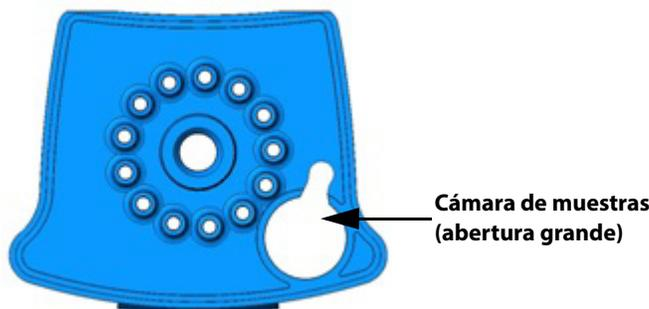

Figura 1. Cartucho del Xpert MRSA (vista superior).
7. Abra la tapa del cartucho. Con una pipeta de transferencia estéril, transfiera todo el contenido del frasco de reactivo de elución a la cámara de muestras (Figura 1) del cartucho GeneXpert.